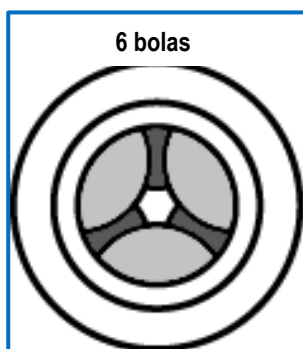

Fig. 1
7. Al mirar a través del émbolo, debe ser visible el perímetro parcial de seis bolas sobresaliendo hacia adentro del canal pasacable (véase Fig. 1). El espacio claro generado por la disposición de las bolas en el centro del canal pasacable forma así un hexágono semejante a una estrella con seis puntas. En caso de que no sean visibles seis bolas en la forma indicada, el sujetacables no se debe usar y se recomienda ponerse en contacto con el departamento del control de calidad ("Abt. Qualitätswesen") de Reutlinger GmbH.